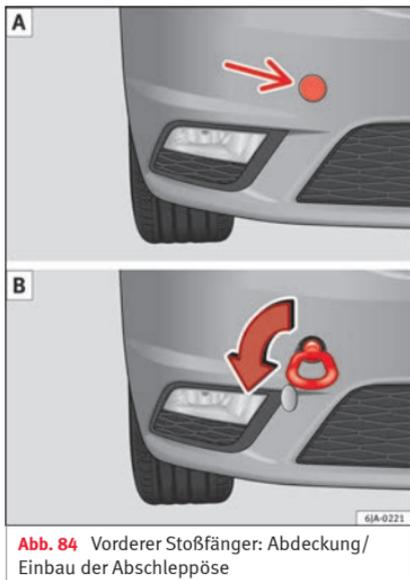

Abb. 84 Vorderer Stoßfänger: Abdeckung/
- Drücken Sie auf den linken Teil der Abdeckung im Bereich des Pfeils »» Abb. 84 A.
- Schrauben Sie die Abschleppöse mit der Hand nach links bis zum Anschlag ein »» Abb. 84 B.